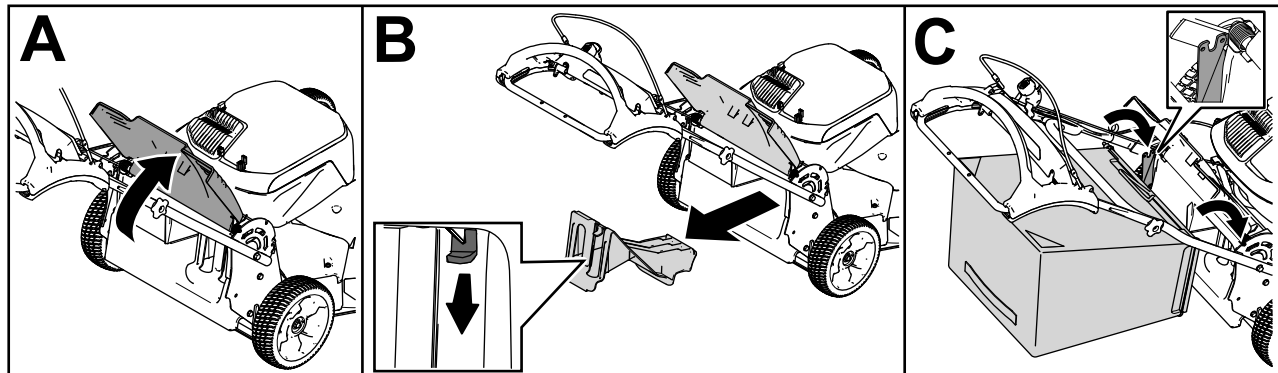

Bild 18
1. Heben Sie das hintere Ablenkblech an und halten Sie es hoch (A in Bild 18).
2. Drücken Sie zum Entfernen der Heckauswurfklappe den Riegel mit dem Daumen nach unten und ziehen die Klappe aus der Maschine (B in Bild 18).
3. Setzen Sie die Fangkorbstange in die Kerben an der Unterseite des Holms ein und bewegen Sie den Fangkorb nach vorne und hinten, um sicherzustellen, dass die Stange richtig in den Kerben sitzt (C in Bild 18).